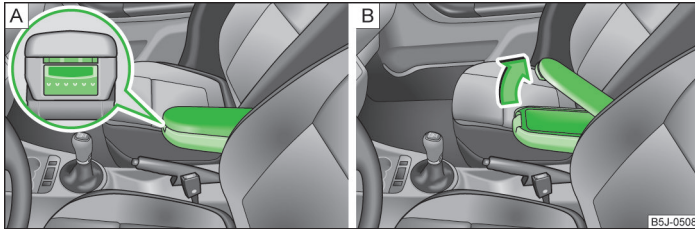

Abb. 69 Armlehne: Ablagefach / Ablagefach öffnen
- Die untere Taste an der Stirnseite der Armlehne drücken » Abb. 69 - A.
- Die obere Taste drücken und den Deckel des Ablagefachs nach oben klappen » Abb. 69 - B.